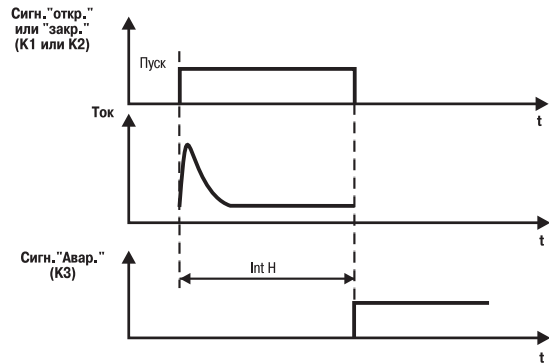

Рис. 9
- время, заданное в параметре \overline{IntH} , превышено, а соответствующий сигнал от компаратора уровня не поступил (рис. 9); эта аварийная ситуация возможна только в тех случаях, когда опре-